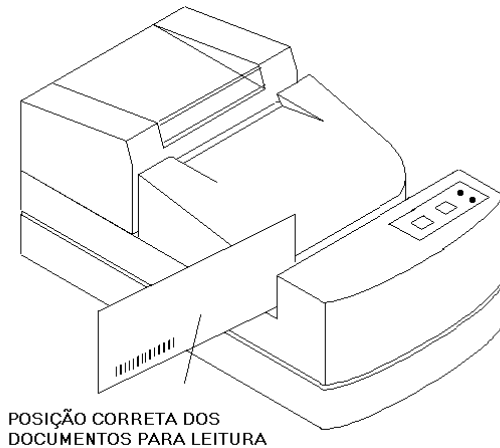

Figura 14 – Colocação do documento para leitura
1. Introduza na fenda para entrada de código de barras ou cheques (8), o documento a ser lido com o código (CMC7 ou Barras), virado para o operador, conforme a figura 14.